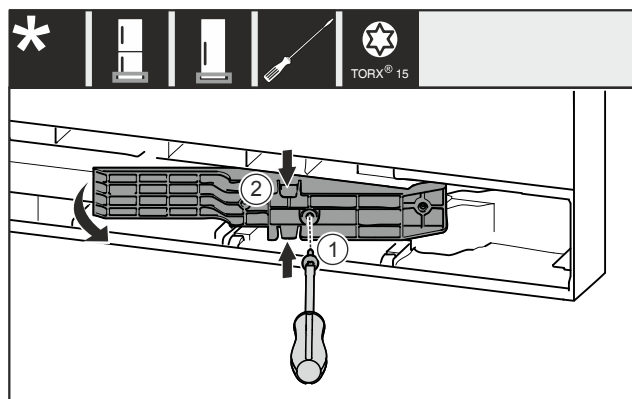

Fig. 20 \*
- Schraube Fig. 20 (1) entfernen.\*
- Adapterstück Fig. 20 (2) oben und unten leicht zusammendrücken und herausziehen.\*